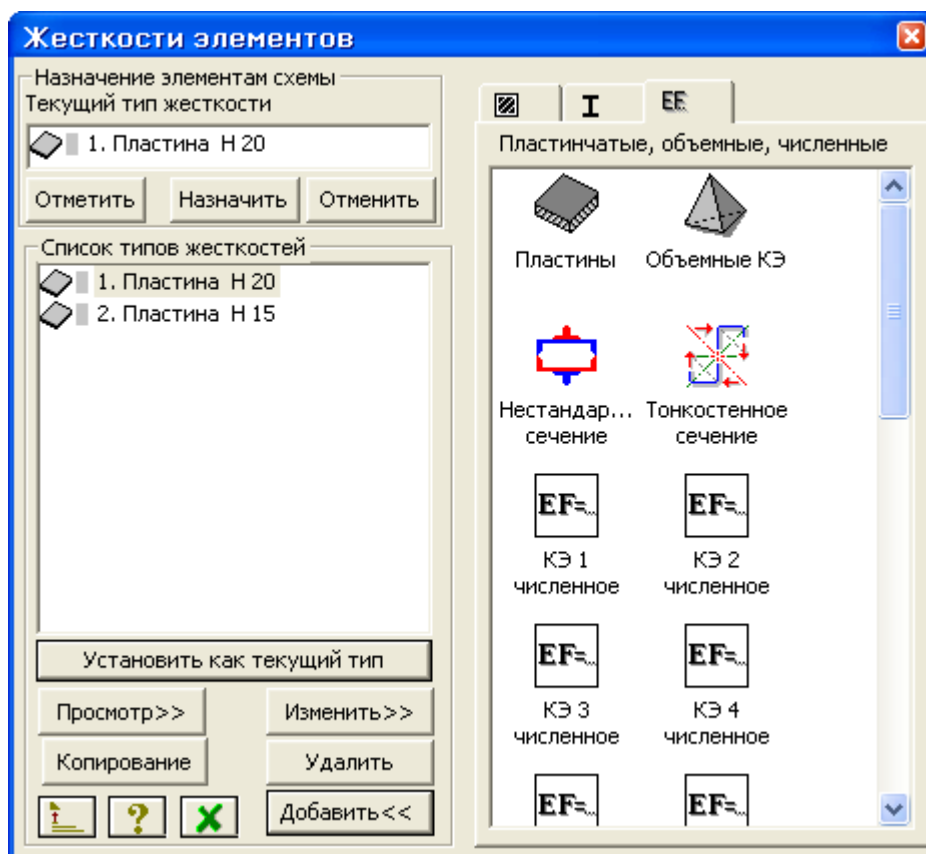

Рис.6.7. Диалоговое окно **Жесткости элементов**
- С помощью меню **Жесткости** ⇒ **Жесткости элементов** (кнопка  на панели инструментов) вызовите диалоговое окно **Жесткости элементов** (рис.6.7).